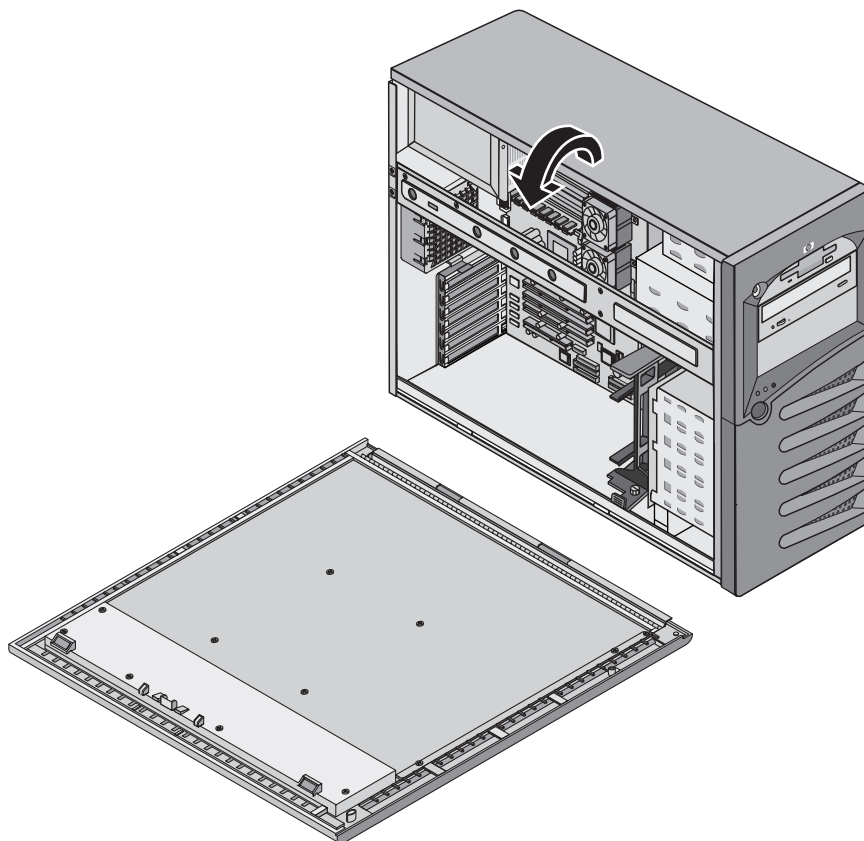

图 2-4：侧面板（已打开）
- 通过侧面板可拆装主板模块、电源、风扇装置和 PCI 卡。请参阅图 2-4。
3. 提起锁定器，然后打开面板。请参阅图 2-4。